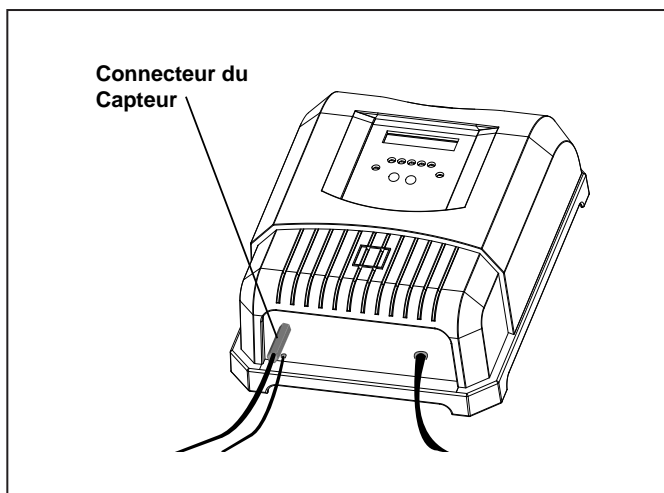

Figure 17. Connecteur du capteur
17. Brancher le connecteur du module dans le bloc d'alimentation (voir Figure 17).